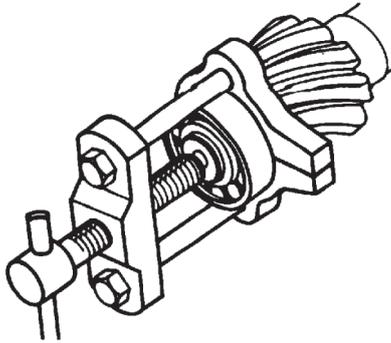

Figura 40
G. Saque, se necessário, o rolamento piloto, utilizando um extrator adequado ou uma prensa (Figura 40);